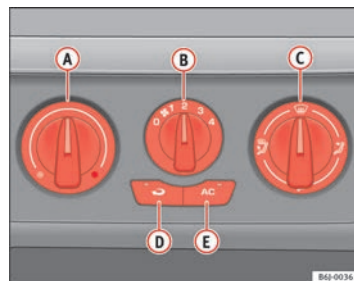

Fig. 91 Mandos del Aire Acondicionado en el tablero de instrumentos
- Con los reguladores $\Rightarrow$ fig. 91 **A** y **C** y con el mando **B** se regula la temperatura, la velocidad del ventilador y la distribución del aire.